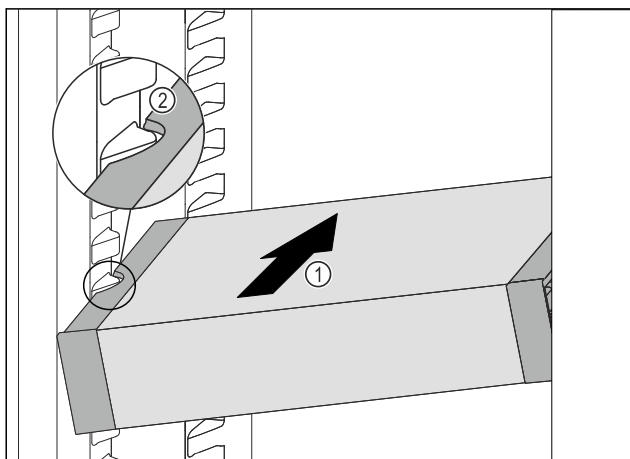

Fig. 107
- ▶ Zasuňte VarioSafe do chladničky pod úhlem tak Fig. 107 (1), aby vybrání na bocích Fig. 107 (2) VarioSafe byla na úrovni žebrování na nádoby v chladničce.